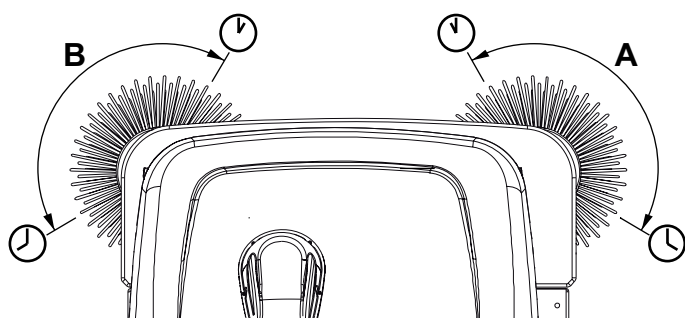

Abbildung 4
3. Zündschlüssel (66) drehen und Gerät einschalten.
4. Seitenbesen mit dem Hebel (52) absenken und 1 Minute drehen lassen.
5. Sind die Seitenbürsten abgesenkt, müssen sie den Boden hinsichtlich Ausdehnung und Ausrichtung wie in der Abbildung (A und B, Abb. 4) berühren.